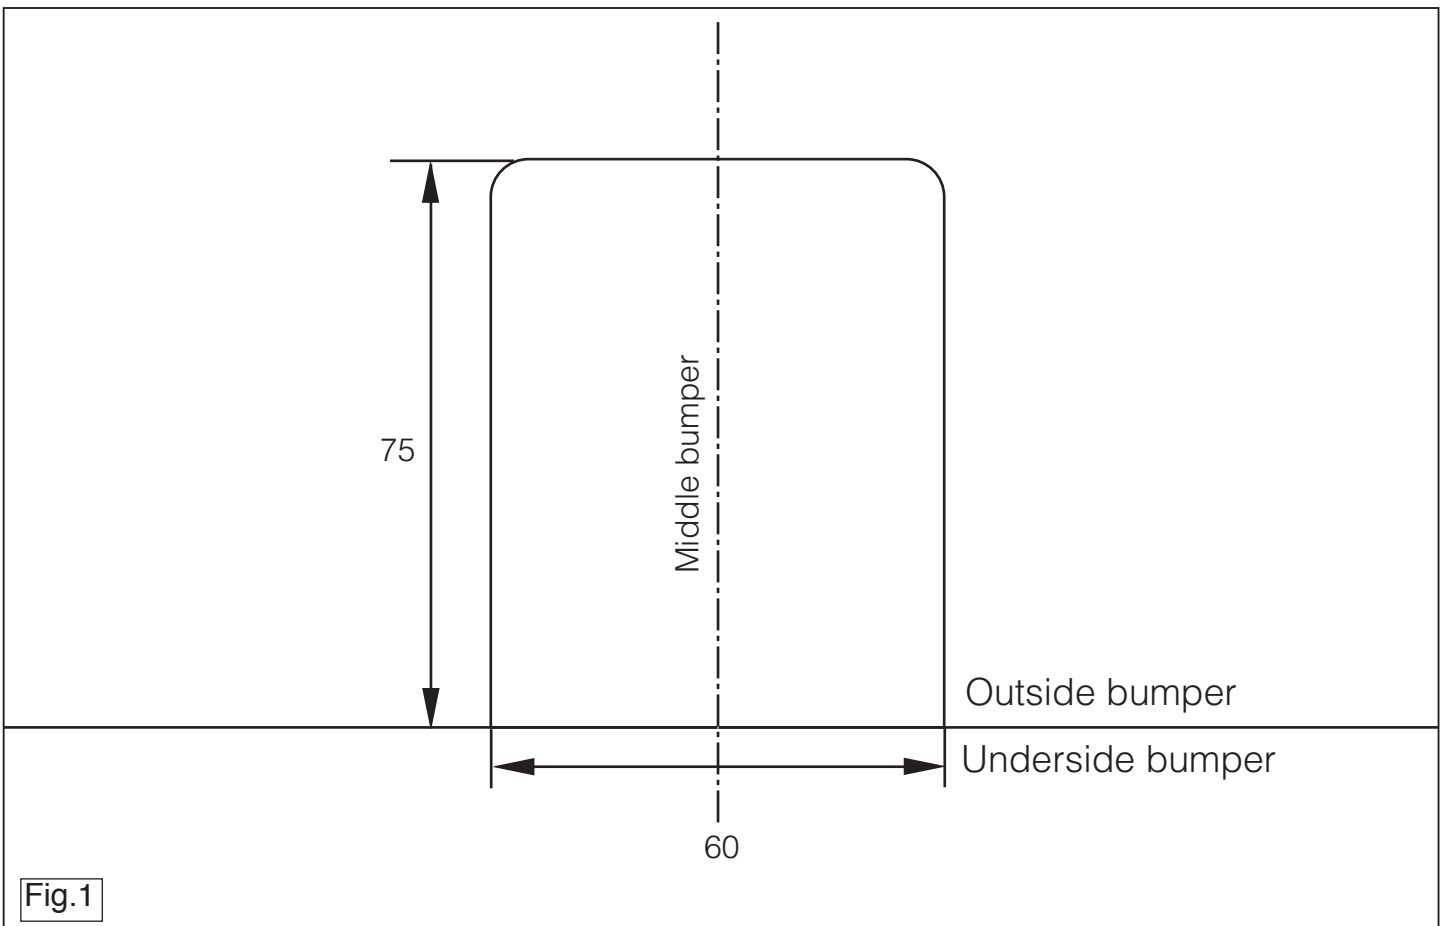

Fig.1
2. **Octavia Sdn/Wgn; ->2009:** Saw a section out of the middle of the underside of the bumper as shown in fig 1.
2. **Octavia Sdn/Wgn; ->2009:** Auf der Unterseite der Stoßstange einen Teil aus der Mitte gemäß Abbildung 1 herausschneiden.
2. **Octavia Sdn/Wgn; ->2009:** Scier au centre de la partie inférieure du pare-chocs une partie correspondant à la figure 1.